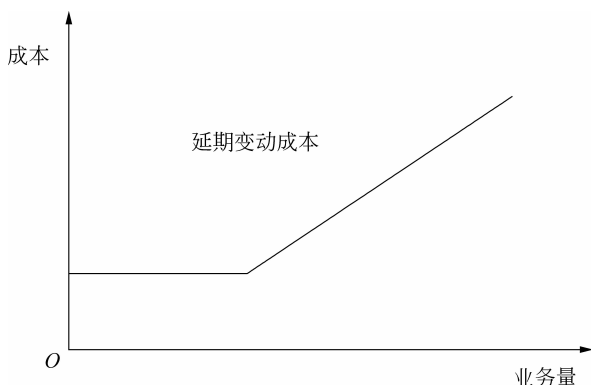

图 3-5 延期变动成本
(3) 延期变动成本。延期变动成本是指在一定产量范围内总额保持稳定,超过特定产量则开始随产量比例增长的成本。其特点是在一定的业务量范围内其总额保持固定不变,一旦突破这个业务量限度,其超额部分的成本就相当于变动成本。延期变动成本实际上是将横轴“延伸”至业务量“临界点”时的半变动成本,如图 3-5 所示。